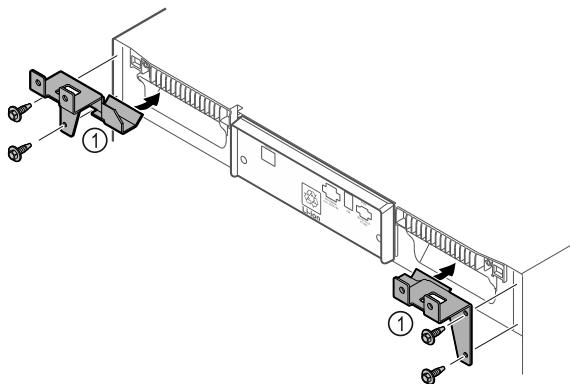

Fig. 10
- Montați părțile de susținere Fig. 10 (1) pe aparat cu șuruburile autofiletante.